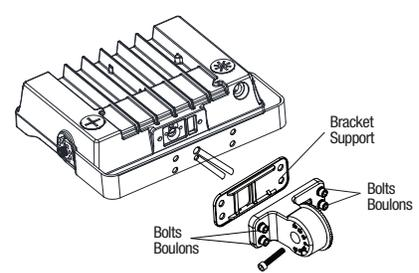
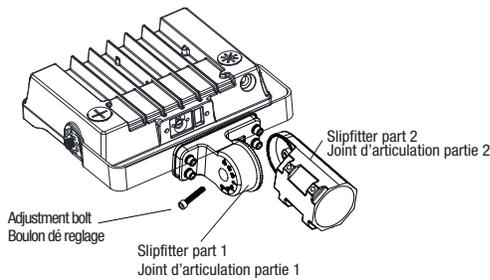
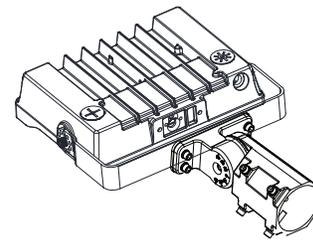

Fig. 4.3
Fig. 4.4
Fig. 4.5
4. Pass the power and dimming cables of luminaire through the waterproof rubber plug, the bracket fixing seat, slipfitter part 1 (Fig. 4.3).
5. Install the slipfitter on the bracket fixing seat and yoke using the four bolts (Fig. 4.3 and Fig. 4.4).
6. Pass the luminaire wires through the slip fitter part 2 (Fig. 4.4).
7. Assemble both parts of the slip fitter using the adjustment bolt (Fig. 4.4 and Fig. 4.5).
4. Passer les câbles d'alimentation et de gradation du luminaire à travers le bouchon en caoutchouc étanche, le support, la partie 1 du joint d'articulation (Fig. 4.3).
5. Installer la partie 1 du joint d'articulation sur le support et l'étrier à l'aide des quatre boulons (Fig. 4.3 et Fig. 4.4).
6. Passer les fils du luminaire à travers la partie 2 du joint d'articulation (Fig. 4.4).
7. Assembler les deux parties du joint d'articulation à l'aide du boulon de réglage (Fig. 4.4 et Fig. 4.5).
10. Desserrer le boulon de réglage et aligner le luminaire à l'angle requis (Fig. 4.4).